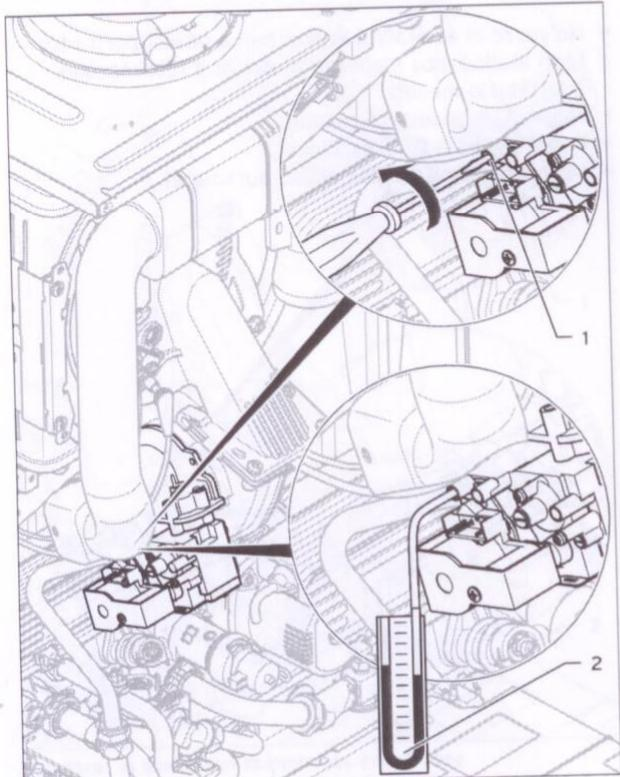

Fig. 2.1 Verificați presiunea de racord a gazului
- Desfaceți șurubul de etanșare al niplului de măsurare (1) (șurubul stâng) de pe armătura de gaz cu ajutorul unei surubelnițe.
- Racordați un manometru (2, Fig. 2.1) la niplul de măsurare (1).